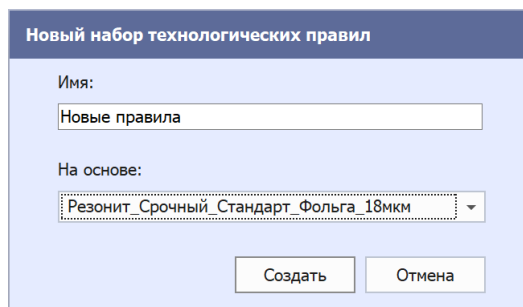

Рис. 124 Ввод имени для нового набора
3. В окне «Новый набор технологических правил» введите имя создаваемому шаблону правил в поле «Имя», Рис. 124.